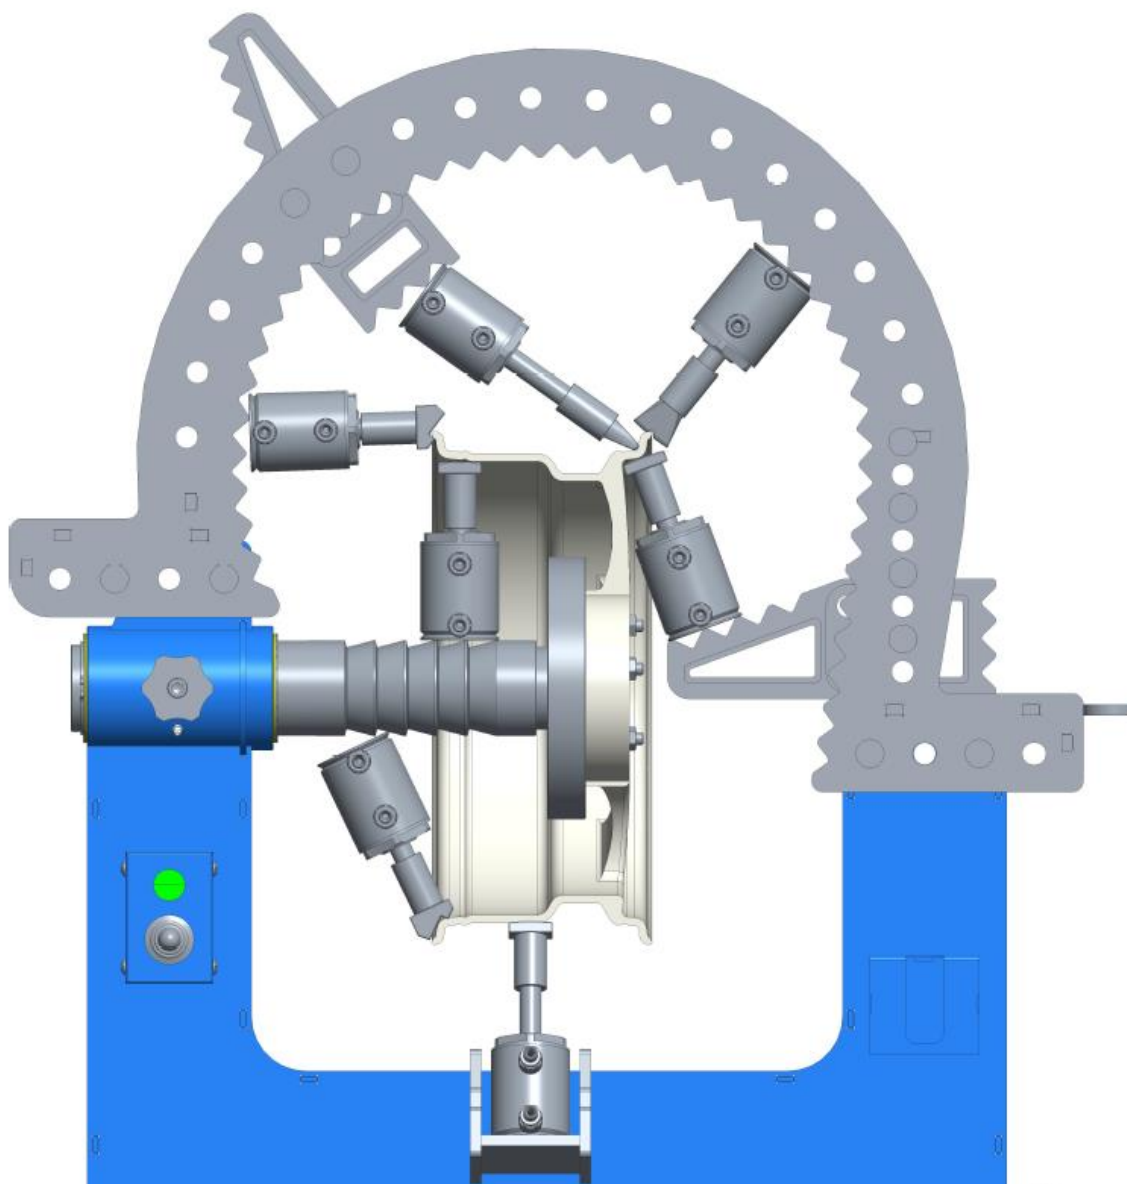

Рисунок 5. Примеры расположения гидроцилиндра с различными типами насадок при правке диска.
7.4. Подберите рихтующую насадку соответствующего профиля и вставьте её в шток гидроцилиндра D60. В зависимости от расстояния от упора гидроцилиндра до места правки можно воспользоваться удлинителями и переходниками из комплекта принадлежностей. При необходимости прогрейте диск, предназначенный для правки с помощью промышленного фена или другого источника тепла до температуры 150...250 °С. Температура прогрева зависит от типа сплава, из которого изготовлен диск. Включите электродвигатель гидравлического насоса. Вращая колесо, произведите рихтовку дефектного участка, продвигаясь от краёв исправляемой зоны к её центру, см. рисунок 5.